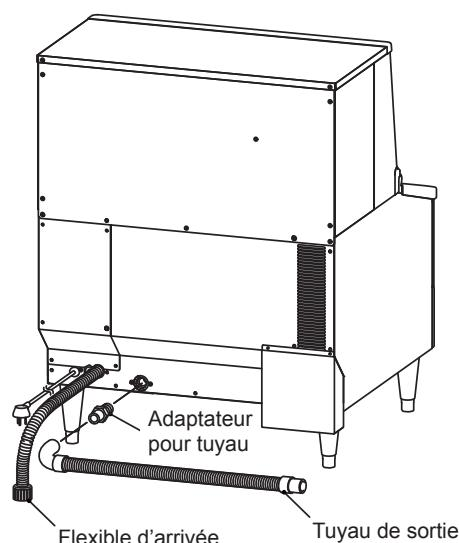

Fig. 3
- 2) Envelopper le raccord de l'adaptateur pour tuyau avec du ruban PTFE et visser l'adaptateur dans la sortie de vidange de la machine. Serrer manuellement le tuyau de vidange gris flexible (accessoire) sur l'adaptateur pour tuyau comme indiqué (Fig. 3). Le tuyau peut être coupé à la longueur voulue en fonction de la position de vidange principale. Pour empêcher toute fuite d'eau, serrer le tuyau de vidange à la sortie correspondante à l'aide d'un collier.